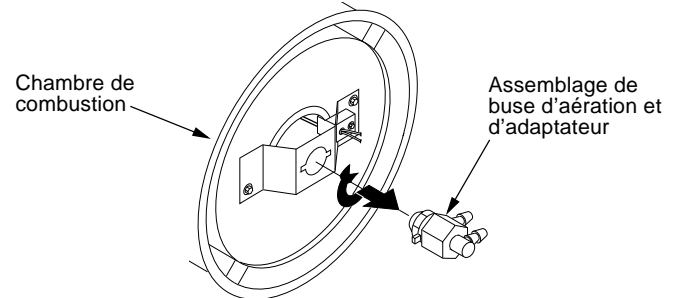

Figure 15 - Retrait de l'assemblage de buse d'aération et d'adaptateur
4. Tournez l'assemblage de la buse d'aération un quart de tour vers la gauche et tirez vers le moteur pour l'enlever (voir Figure 15).
10. Attachez l'assemblage de la buse d'aération au support de l'adaptateur de la buse (voir Figure 15).